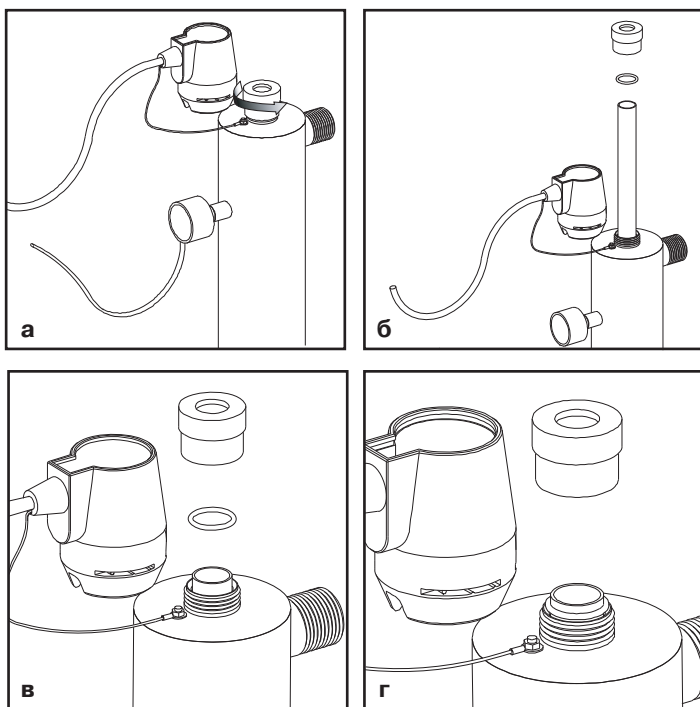

Рис. 4
5. Открутите алюминиевую гайку против часовой стрелки (**рис. 4а**). Поместите под реактор ведро для слива воды. Не перегибая, достаньте кварцевую трубку из реактора (**рис. 4б**).
6. Очистите или замените кварцевую трубку. Установите кварцевую трубку в обратном порядке (**рис. 4в**). Реактор снабжен устройством центрирования кварцевой трубки. Установите уплотнительное кольцо OR-212, предварительно смазав его силиконовой смазкой (**рис. 4г**).